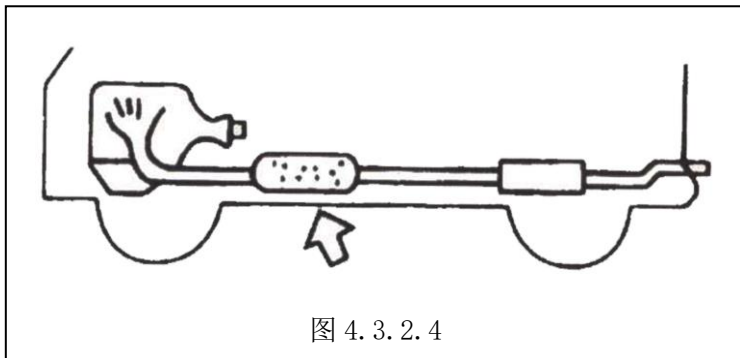

图 4.3.2.4
1. 三元催化器（见图 4.3.2.4）
m. 齿轮油（见图 4.3.2.5 和图 4.3.2.6）